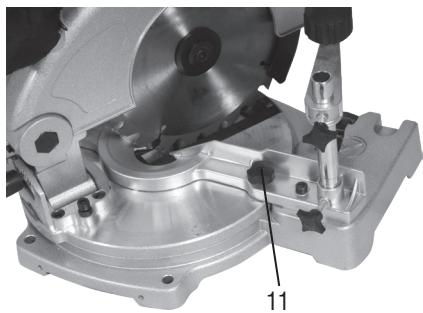

Fig. 6 – Ajuste de la escuadra
- Suelte la palanca de ajuste del brazo (9).
- Con la ayuda de un 90°, ajustar la cabeza con respecto a la base (fig. 6).
- Colocando en la posición correcta, apriete la tuerca de ajuste del brazo (9).
- traba de la articulación (7).
- Afloje el tornillo de traba (11).
- Con la ayuda de una escuadra de 90°, ajuste la cuchilla al escuadra de la máquina (5) (fig. 6).
- Vuelva a apretar el tornillo de traba (11).